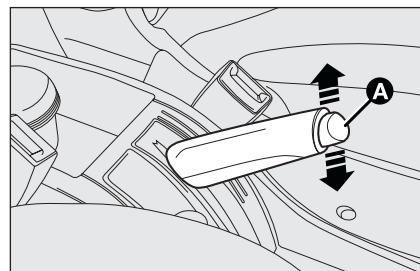

fig. 1
- ☐ levante un poco la palanca y presione el botón de desbloqueo **A**-fig. 1;